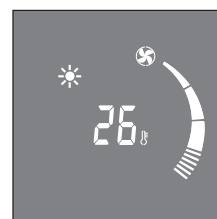

Fig. 9.
- Une fois le bac plein, l'appareil s'arrête et l'indication « F.L » (bac plein) apparaît à l'afficheur. Le bac doit être vidé en retirant le bouchon (fig. 9). Videz toute l'eau accumulée dans un bassin. Une fois toute l'eau drainée, réinstallez le bouchon.